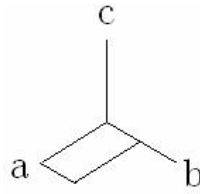

图 8.1
**说明：**材料轴依附于每个单元，ADINA 中已经默认存在，如图 8.1 所示，但多数情况下需要与定义的 Orthotropic Axes System 对齐，以调整材料轴的方向。